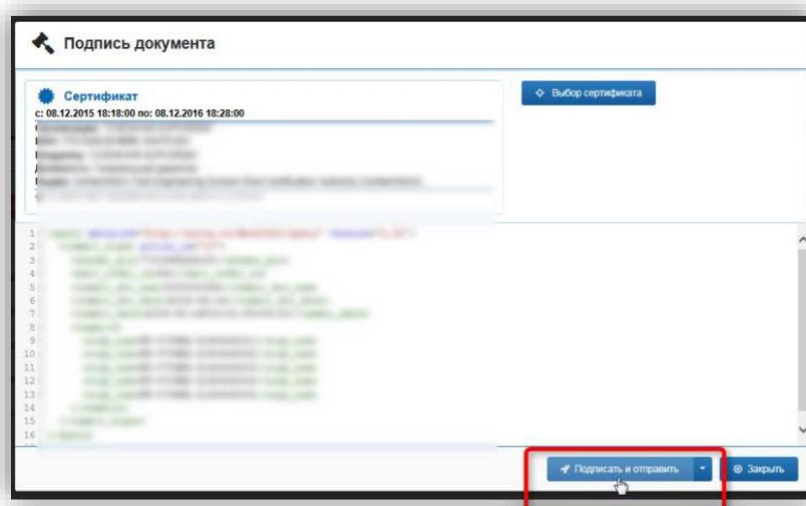

Рисунок 119 – Подписать и отправить
– Затем выберите сертификат для подписи документа и нажмите кнопку «Подписать и отправить» (рис. 119).